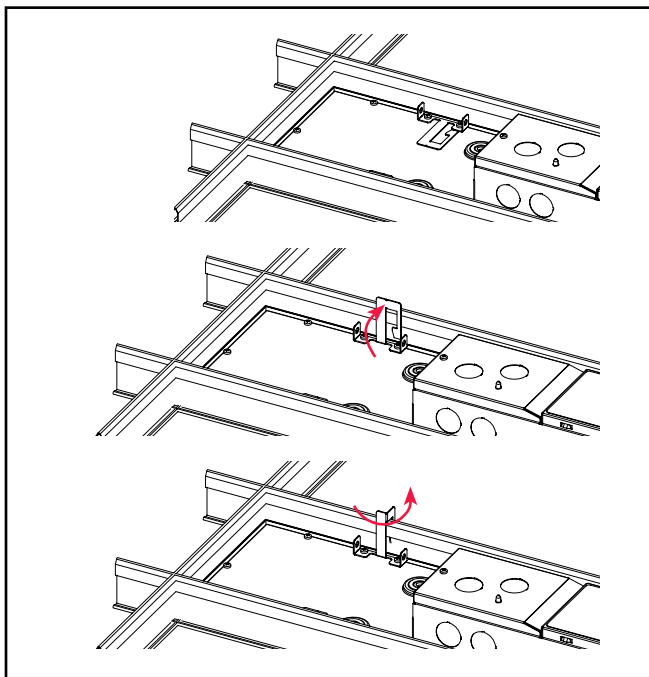

Figura 4.
- Guíe las 4 lengüetas en la parte posterior de la luminaria por encima de la rejilla T doblándolas hacia arriba 90 grados en dirección perpendicular a la parte posterior de la luminaria. Luego doble lengüetas a 90 grados hacia el marco de la Rejilla T. (Figura 4.)